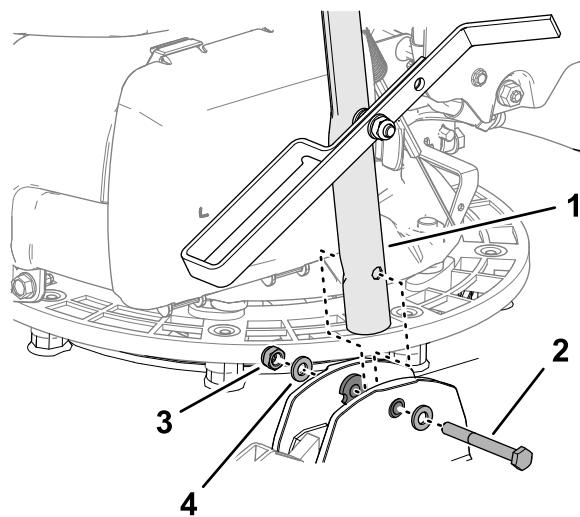

图 7
3. 将手把中的孔与轴套中的孔对齐图 7 并使用 1 个螺栓 (6 x 55mm)、2 个垫片 (6mm) 和 1 个锁紧螺母 (6mm) 将手把固定至机器。